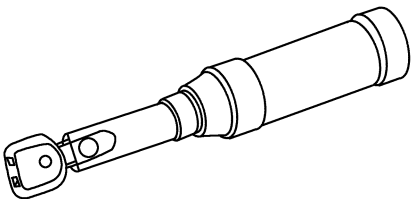

图 4-2-18 专用工具、检测仪器以及辅助工具图
(1) 需要用到的专用工具、检测仪器以及辅助工具力矩扳手 V. A. G 1331、力矩扳手 V. A. G 1783 和插入工具 V. A. G 1783/1，如图 4-2-18 所示。
(2) 拆卸。供气装置安装在右前轮罩外壳下方。